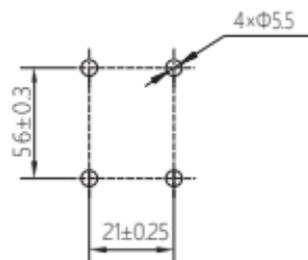

图15 安装示意图
7.2.1 安装：松开盖螺钉→按图14接线→按图15安装→拧紧盖螺钉（密封垫必须正确装回）。